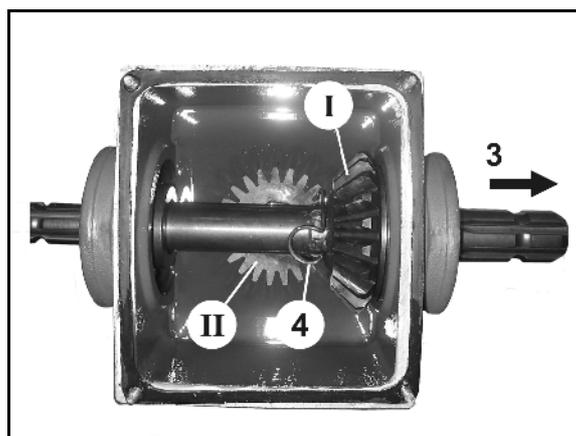

Fig. 51
6. Extrair a protecção axial (Fig. 51/4) do veio de accionamento.
7. Extrair o veio de accionamento no sentido da seta (Fig. 51/3), para fora da carcaça.